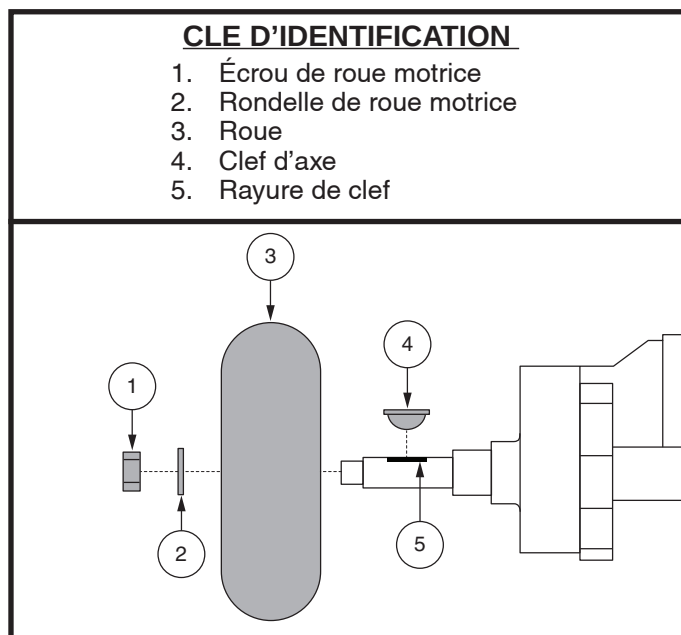

Figure 39. Enlèvement de la roue motrice à âme pleine
3. Enlever le l'écrou et la rondelle de roue motrice sur l'essieu. **Voir la figure 39.**